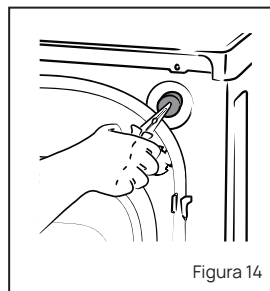

Figura 14
- Saque el filtro con una pinza de punta plana y límpielo. Ver figura 14